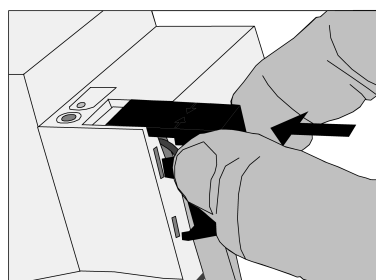

Imagen 7: Colocar la tapa
- Insertar la tapa en el borne de bus, hasta que encaje (Imagen 7).